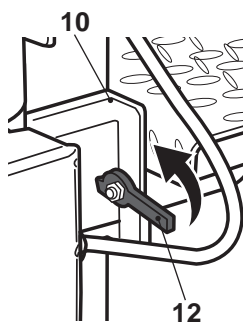

Fig. 7b
- > Relevez à la verticale les barres de verrouillage [12] des supports respectifs [10] (Fig. 7b, 7c).